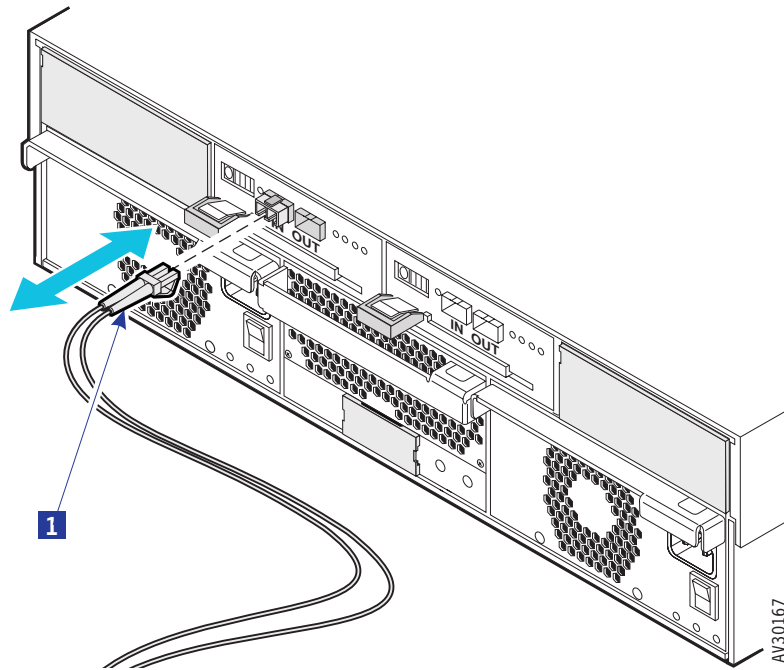

図24. ファイバ・チャンネル・ケーブルを拡張筐体に接続する
2. 37ページの図24のように、ファイバ・チャンネル・ケーブル **1** を、拡張筐体内のいずれかのインターフェース・モジュール上の IN コネクタに接続して下さい。ファイバ・チャンネル・ケーブルを接続する前に、IN コネクタには、SFP 光トランシーバを取り付けて下さい。サポートされている SFP 光トランシーバのリストは、21ページの表5を参照して下さい。